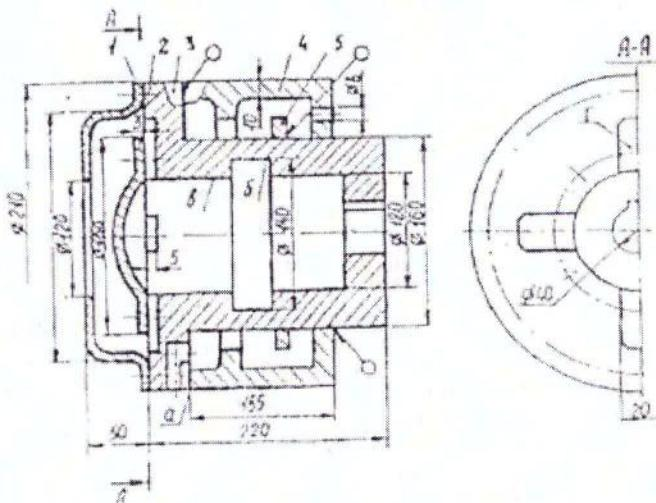

Рис. 1. Учебный узел 1
5. Сварку детали 5 (материал - сталь 35, толщина стенки - 10 мм) производить с деталью 3 (производство единичное), рис. 1. Перечислить меры для предупреждения образования холодных трещин в окколошовной зоне при сварке указанных деталей.
5. Осуществить сварку детали 3 с деталью 4 (материал - сталь 35) герметичным швом, рис. 1. Дать на графике участок вольт-амперной статической характеристики электрической дугой и внешнюю характеристику источника тока, применяемые при выбранном виде сварки.